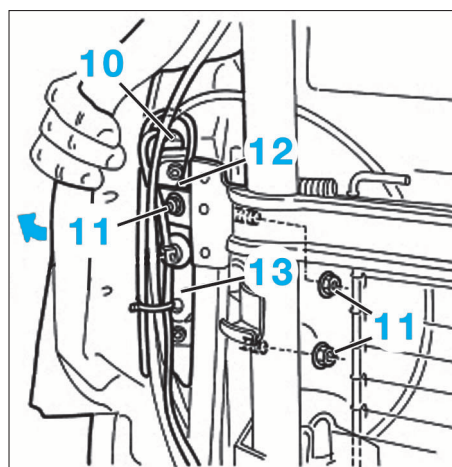

FIG. 17
- Détacher la fixation (8) en libérant les tirants (9).
- Débrancher le connecteur (10) (Fig.17).